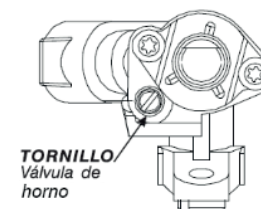

Fig.1
- Por último coloque el mando en la posición de mínimo, retire la perilla, introduzca el destornillador en el tornillo a un lado del vástago de la válvula y gire en sentido horario para disminuir la altura de la llama o antihorario para aumentarla. Ver Fig.1